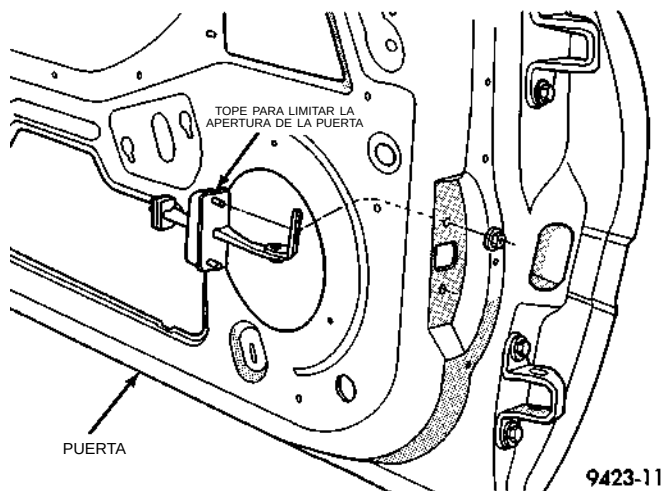

Fig. 30 Tope para limitar la apertura de la puerta delantera
- (1) Retire el panel tapizado de la puerta y el protector contra el agua.
- (2) Retire el perno que sujeta el tope para limitar la apertura de la puerta al parante de la bisagra.
- (3) Retire el altavoz de la puerta.
- (4) Retire los pernos que sujetan el tope para limitar la apertura de la puerta al marco del extremo de ésta última (Fig. 30).
- (5) Separe del vehículo el tope para limitar la apertura de la puerta.